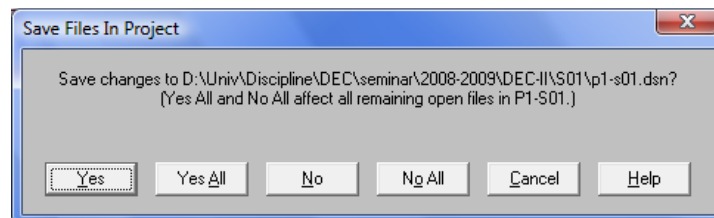

Fig. 15.
- Se mai poate realiza salvarea și prin închiderea proiectului (fig. 15):